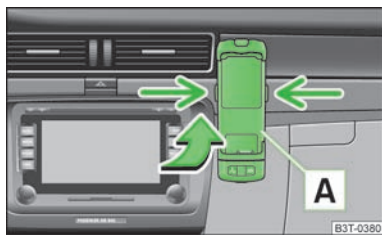

Abb. 130
- Zuerst den Adapter **A** in Pfeilrichtung » Abb. 130 bis zum Anschlag in die Halterung schieben. Den Adapter dann leicht nach unten drücken, bis dieser sicher einrastet.
- Gleichzeitig die seitlichen Verriegelungen der Halterung » Abb. 130 drücken und den Adapter mit dem Telefon herausnehmen.